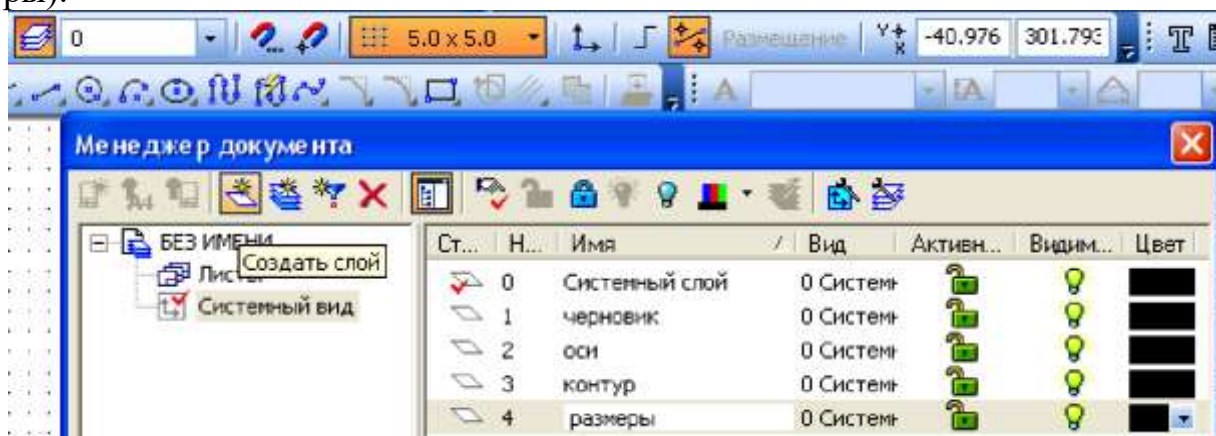

Рисунок 4.5 – Создание и настройка слоев
6. Выполните настройку слоев (рисунок 4.5), обратившись к пиктограмме *Состояние слоев*. В открывшемся окне *Менеджер документа* нажатием на кнопке *Создать слои* сформируйте слои чертежа (черновик, оси, контур, размеры).